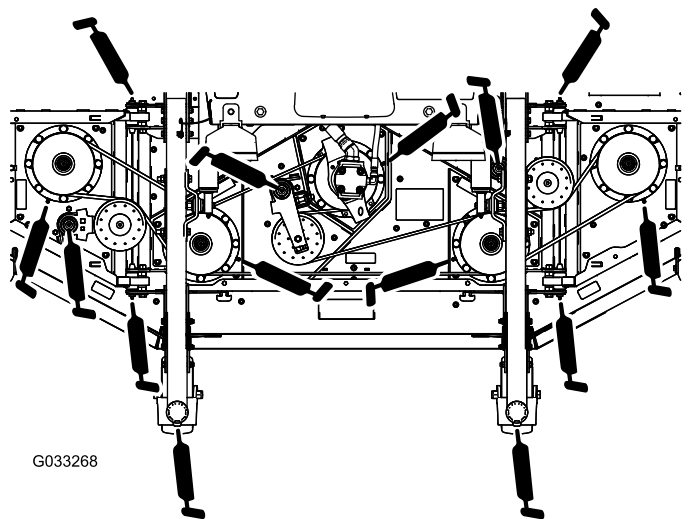

Figure 83
- 2 bagues d'axe de chape de roue pivotante (Figure 83)
- 5 paliers d'axes de pivot (sur le logement d'axe), comme montré à la Figure 83
- 3 bagues de pivot de bras de tension (sur l'axe de pivot de poulie de tension), comme montré à la Figure 83
- 4 bagues d'ailettes (sur les axes de pivot des ailettes), comme montré à la Figure 83